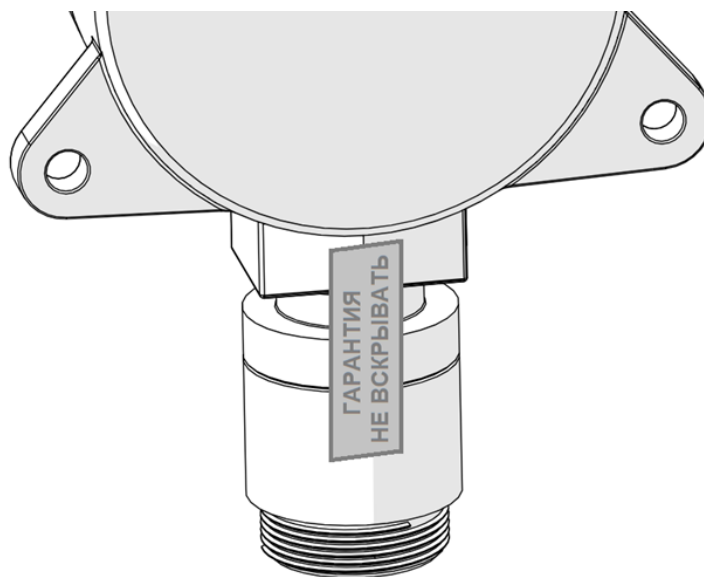

Рисунок 7 — Место нанесения гарантийной пломбы
1.1.6 Для защиты от несанкционированных действий и обеспечения гарантийных обязательств, в газоанализаторах, оснащенных цифровым блоком сенсора СИГМА-05-XX возможна пломбировка в месте подключения блока сенсора к корпусу, рисунок 7. Пломбы выполняются в виде разрушаемых наклеек. Эксплуатация газоанализатора без пломбы допускается, однако гарантийные обязательства в отношении блока сенсора прекращаются.